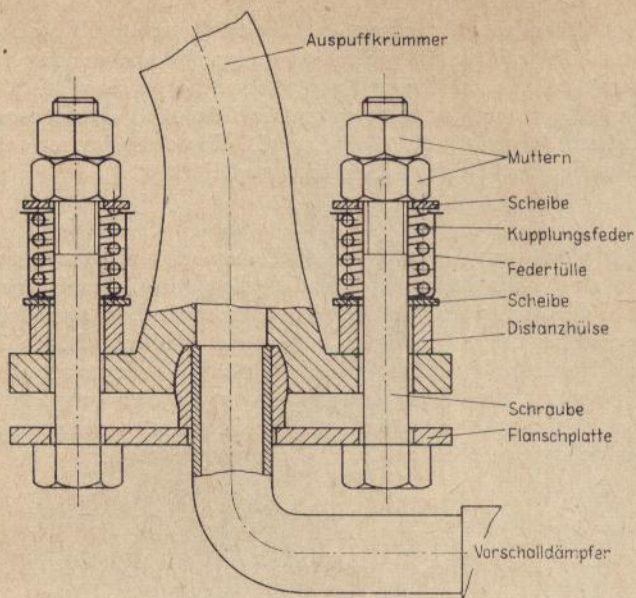

Abb. 92
**Auspuffanschluß** Eine elastische Verbindung zwischen Auspuffkrümmer und Vorschalldämpfer vermindert beim Trabant 601 nicht nur die Motorgeräusche, sondern beseitigt auch das Dröhnen, das bei manchen Wagen besonders bei etwa 50 km/h im vierten Gang auftritt. Die beiden Schrauben an der Verbindung des Auspuffkrümmers mit dem Vorschalldämpfer sind normalerweise fest angezogen. Diese beiden Schrauben müssen gegen längere Schrauben M 10 × 90 ausgetauscht werden, so daß auch Kontermuttern, Kupplungsfedern usw. noch darauf passen, wie die Abbildung 92 zeigt. Die Druckfedern und Federhüllen stammen von einer alten Kupplungsdruckplatte des 601. Die 10 mm langen Distanzhülsen sind Rohrstücke mit etwa 11 mm Innendurchmesser. Die Hülsen und Federhüllen halten die Wärme weitgehend von den Federn fern, so daß sie nicht ausglühen.